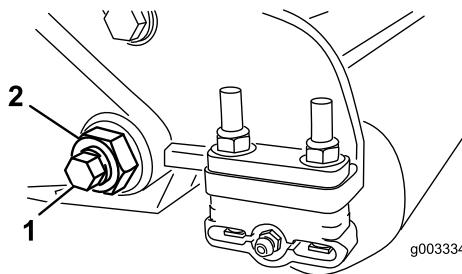
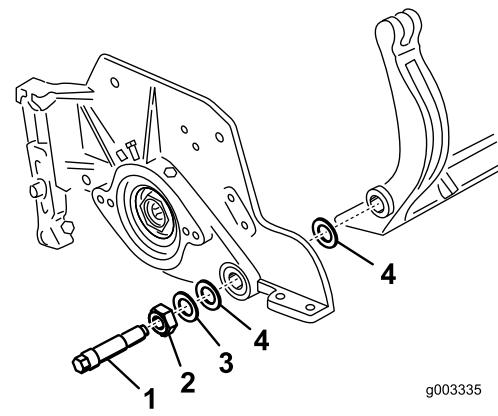

Рисунок 31
Рисунок 32
3. С каждой стороны машины ослабьте контргайку, крепящую болт планки неподвижного ножа (Рисунок 31).
4. Отверните все болты планки неподвижного ножа, чтобы можно было потянуть планку вниз и снять с болта машины (Рисунок 31). Не забудьте о наличии двух нейлоновых шайб и одной штампованной стальной шайбы с каждой стороны планки неподвижного ножа (Рисунок 32).
4. На нейлоновые шайбы установите стальные шайбы (Рисунок 32).
шайбы перестали вращаться и осевой люфт был устранен, но не перетягивайте и не деформируйте боковые пластины. На внутренней стороне пластин шайбы могут быть установлены с зазором (Рисунок 32).